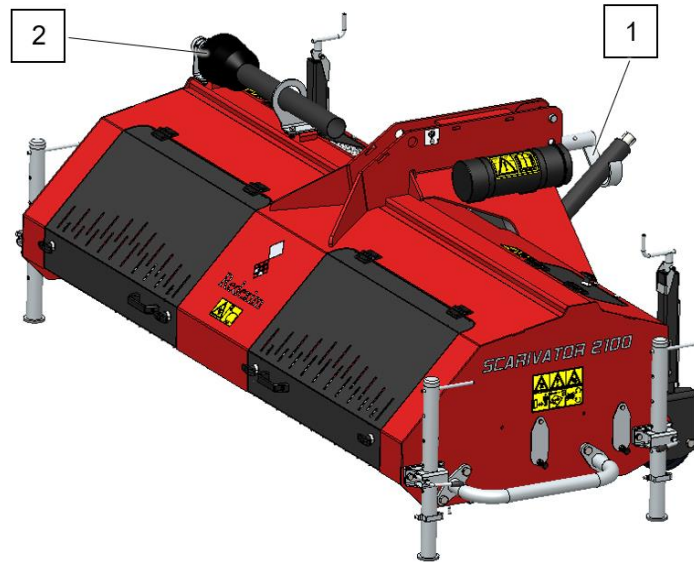

Fig. 6
Hang na het afkoppelen van de machine de PTO in de haak (Fig. 6 (1)) en het PTO deel van de tractorzijde kan worden bevestigd aan de PTO opslag bracket (2) op de machine.